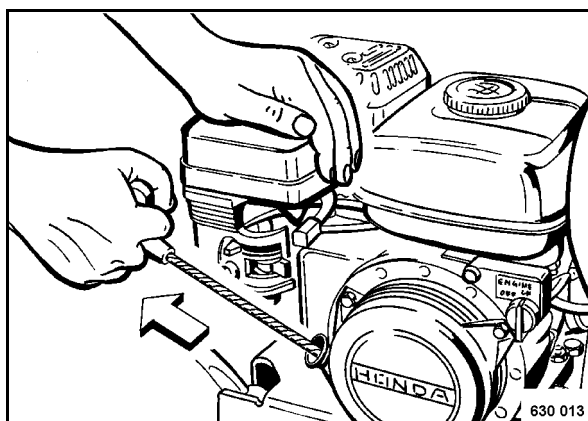

рис. 10
- Слегка потянуть ручку стартера (рис. 10), пока не почувствуется сопротивление (давление сжатия), а затем сильно дернуть ручку стартера, но не вытягивать ее полностью.